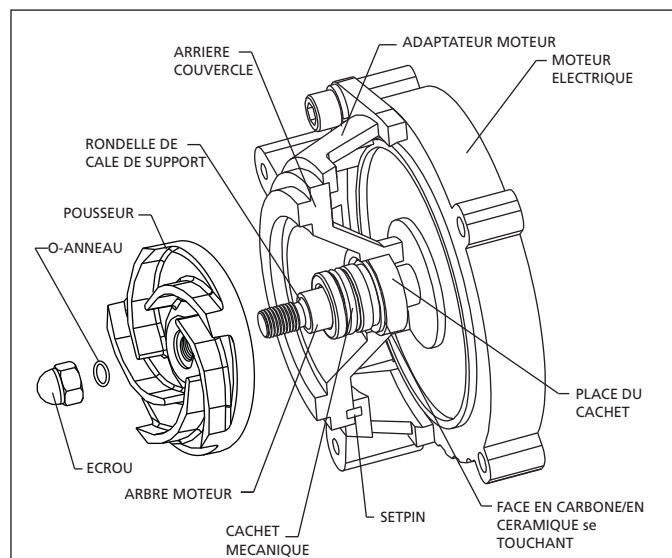

Figure 7 - l'Assemblée du Cachet et pousseur
- Mouiller la portion intérieur de caoutchouc de la nouvelle tête de cachet (Ref. Non. 5) avec un revêtement léger d'eau savonneuse. Glisser la tête sur l'arbre moteur avec la surface scellant (le carbone) faisant face à la place de cachet (voit la Figure 7). Ceci complète l'installation de cachet.